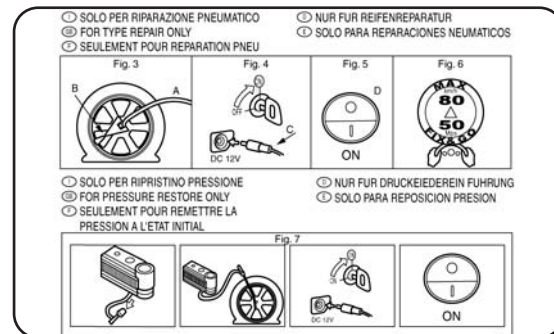

fig. 14
- pieghevole informativo fig. 14, utilizzato per un pronto uso corretto del kit e successivamente da consegnare al personale che dovrà maneggiare il pneumatico trattato con tale kit;